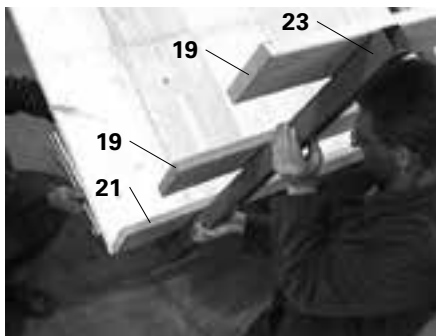

Fig. A1.20a
1. Segnare sulle tavole parapetto (19) e sulla tavola fermapiède (21) lo spigolo esterno del montante d'estremità CB (23).
3. Fissarlo alla trave impalcato con 6 viti a testa esagonale per legno DIN 571 6 x 80 (10).
4. Fissare le tavole parapetto preforate con bulloni a testa tonda DIN 603 M8 x 125 MU (24). (Fig. A1.20a + A1.20b)